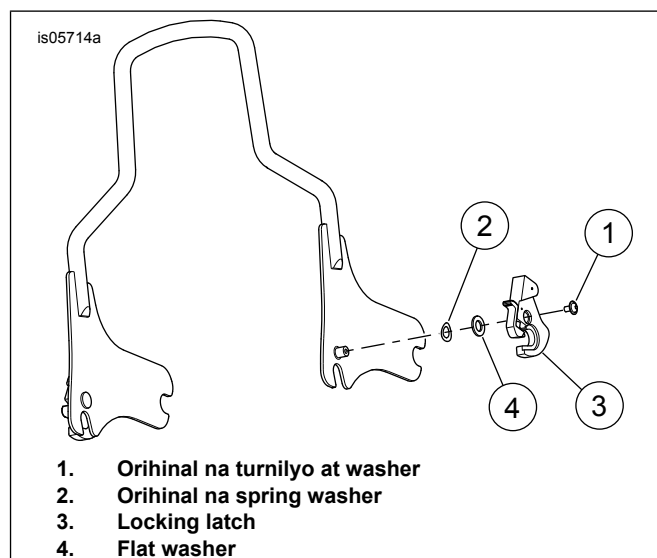

Figure 3. Pagkakabit ng Panlabas na Kanan
2. Tingnan ang Figure 3 . Ikabit ang orihinal na spring washer (2) sa mounting hub.